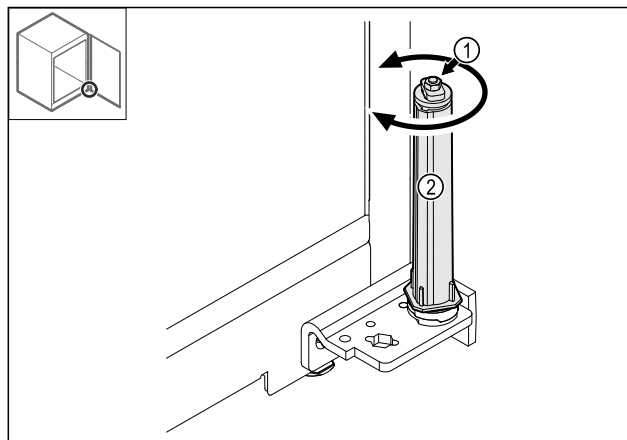

Fig. 44
- Verschraubung Fig. 44 (1) des Schließsystems nicht zerlegen.
- Schließsystem Fig. 44 (2) drehen, bis es klickt.